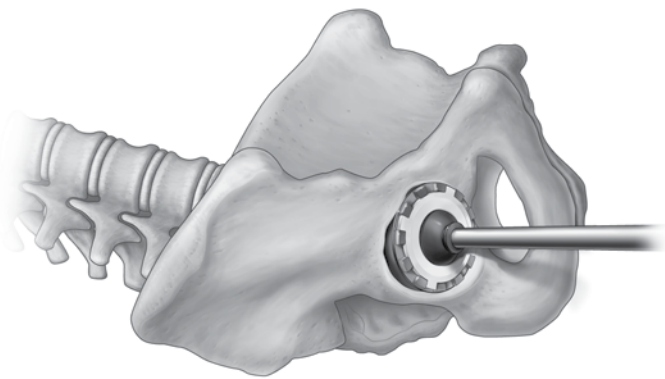

Abb. 11
Schritt 3: Verbinden Sie den passenden Inlayeinschläger mit dem Inlayeinschlägergriff. Schlagen Sie mit einem gezielten Hammerschlag auf den Einschläger. (Abb. 11). Sobald das Inlay richtig sitzt, ragen die Kronen des Inlays nur leicht über die Kronen der Pfanne hinaus, sodass sich annähernd eine einheitliche Höhe um das Implantatkonstrukt herum ergibt.